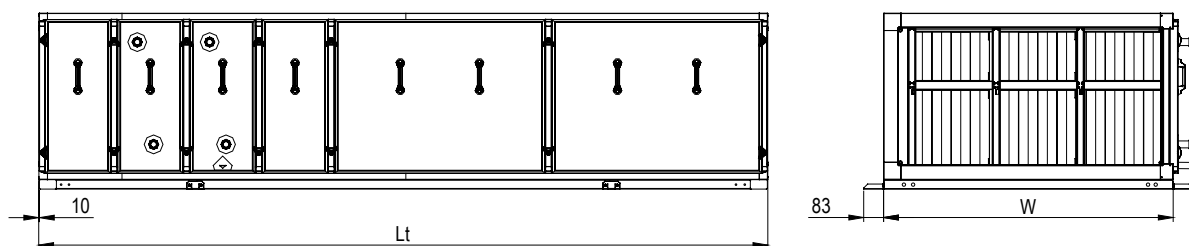

Рис. 12b. Транспортировочная рама (VS 21-150), изготовленная из прямоугольных профилей.
- б) для агрегатов VS 21-150 с транспортной рамой (рис. 12b и 13а) подпорка будет не менее 200х200мм и расположена она на наружных концах рамы и в местах стыковок продольных элементов рамы